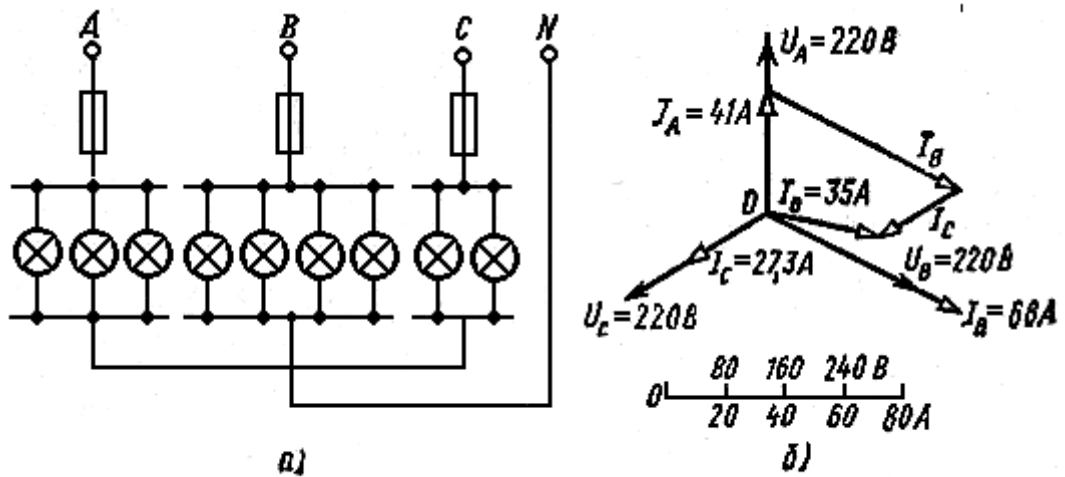

Рис. 5
Пример 5. В трехфазную четырехпроводную сеть включены звездой лампы накаливания мощностью $P=300$ Вт каждая. В фазу А включили 30 ламп, в фазу В — 50 ламп и в фазу С — 20 ламп. Линейное напряжение сети $U_{\text{ном}}=380$ В (рис. 5, а). Определить токи в фазах и начертить векторную диаграмму цепи, из которой найти числовое значение тока в нулевом проводе.
3. Для построения векторной диаграммы выбираем масштабы по току: 1 см — 20 А и по напряжению: 1 см — 80 В. Построение диаграммы начинаем с векторов фазных напряжений U_A, U_B, U_C (рис. 5, б), располагая их под углом 120° друг относительно друга. Чередование фаз обычное: за фазой А — фаза В, за фазой В — фаза С. Лампы накаливания являются активной нагрузкой, поэтому ток в каждой фазе совпадает с соответствующим фазным напряжением. В фазе А ток $I_A = 41$ А, поэтому на диаграмме он выразится вектором, длина которого равна $41/20=2,05$ см. Длина вектора фазного напряжения U_A составит $220/80=2,75$ см. Аналогично строим векторы токов и напряжений в остальных фазах. Ток I_n в нулевом проводе является геометрической суммой всех фазных токов. Измеряя длину вектора тока I_n в нулевом проводе, получаем 1,75 см, поэтому $I_n = 1,75 \cdot 20 = 35$ А. Векторы линейных напряжений на диаграмме не показаны, чтобы не усложнять чертеж.